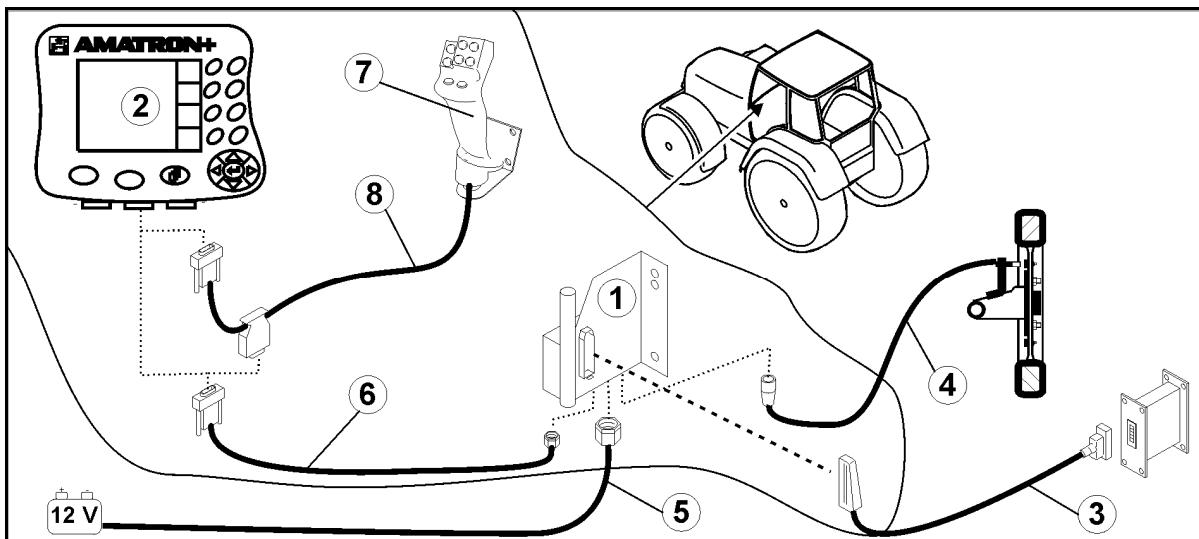
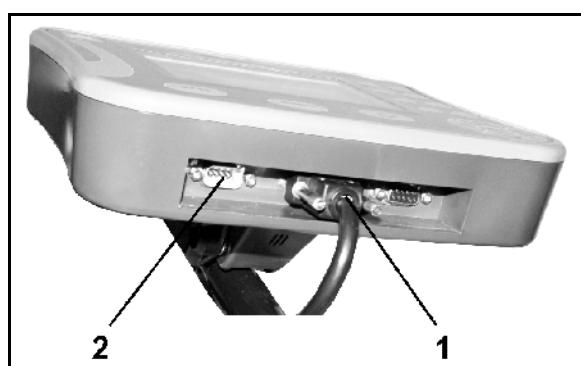

Fig. 1
Fig. 2
- Traktorens grunnutstyr (Fig. 1/1, konsoll med fordeler) må monteres vibrasjonsfritt og elektrisk ledende i førerhuset innenfor syns- og gripevidde for føreren.
- batteritilkoblingskabelen (Fig. 1/5).
- signalkabel for traktorsignalstikkontakt eller strekningsføler (Fig. 1/4).
- forbindelseskabel til **AMATRON⁺** (Fig. 1/6).
- Sett **AMATRON⁺** (Fig. 1/2) på traktorens grunnutstyr.
- Pluggen på forbindelseskabelen settes i (Fig. 1/6) den midtre 9-polede sub-D-kontakten (Fig. 2/1)
- Koble maskinen via maskinpluggen (Fig. 1/3) til **AMATRON⁺**.
- Multifunksjonsspakken (Fig. 1/7) kobles til via en Y-kabel (Fig. 1/8).
- Det serielle grensesnittet (Fig. 2/2) gjør det mulig å koble til en PDA.